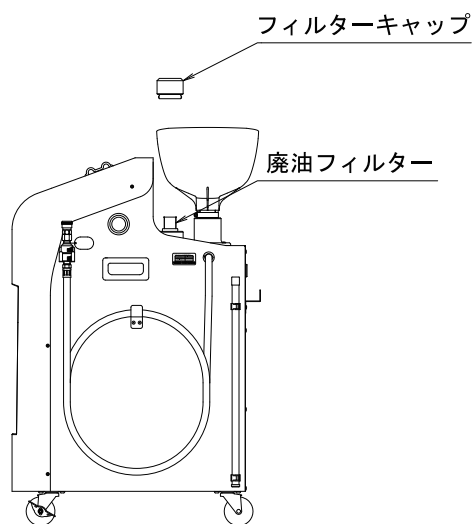

Fig.4.3
- 1) フィルターキャップを外してください。(Fig.4.3)